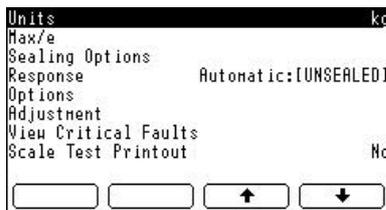

Figura 13 La videata W&M
- 3 Se necessario, digitare la parola chiave relativa alla Configurazione di pesatura (322225) e premere . Compare alla videata Configurazione di Pesatura ( Weighing Configuration (vedere Figura 13).